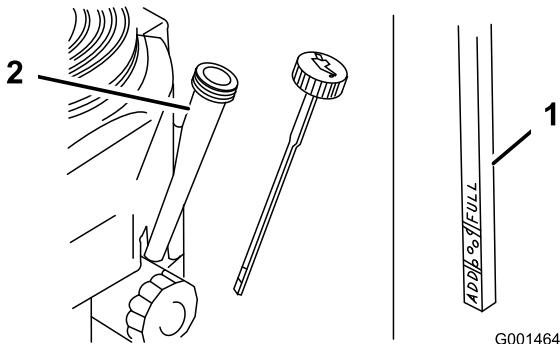

Figura 34
4. Pulite attorno all'asta di livello (Figura 34) in modo che la morschia non possa penetrare nel foro di rifornimento e danneggiare il motore.
5. Svitate l'asta di livello dell'olio e pulitene l'estremità (Figura 34).
6. Inserite a fondo l'asta di livello nel tubo di rifornimento, senza avvitarla (Figura 34).
9. Versate lentamente nel tubo di rifornimento (Figura 34) l'80% circa dell'olio indicato.